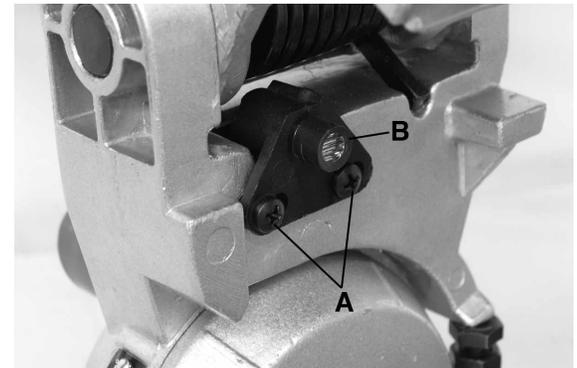

FIGURE 16
1. Déserez les deux vis à tête bombée (A) Fig.16 sous le guide à laser.
3. Déplacez le boîtier de laser (B) jusqu'à ce que le rayon du guide à laser soit en alignement avec la lame et reserrez les deux vis à tête bombée (A).